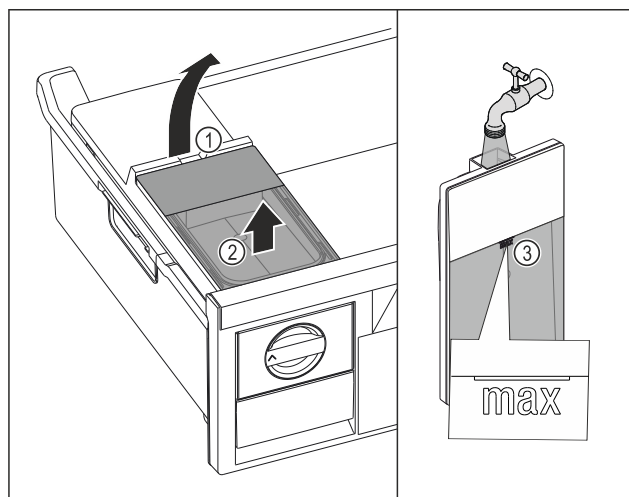

Fig. 110
- Ngrini lart depozitën e ujit duke e kapur nga foleja Fig. 110 (1).
- Hiqni depozitën e ujit për nga lart. Fig. 110 (2)
- Mbusheni depozitën e ujit me ujë të pijshëm deri te shenja Fig. 110 (3).